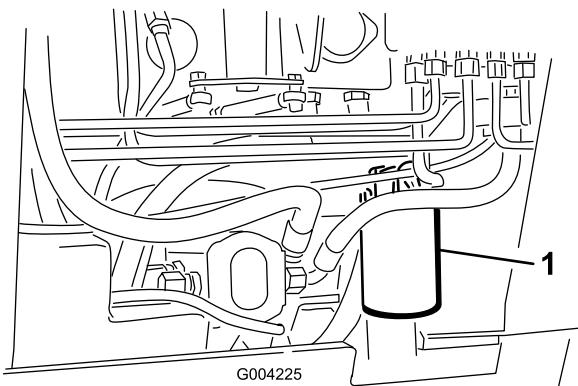

Figure 55
4. Placez un bac de vidange sous le filtre (Figure 55).
5. Enlevez le filtre à huile usagé (Figure 55) et essuyez la surface du joint de l'adaptateur.
7. Montez le filtre de recharge sur l'adaptateur (Figure 55). Tournez le filtre dans le sens horaire jusqu'à ce que le joint rejoigne l'adaptateur, puis donnez 3/4 de tour supplémentaire.